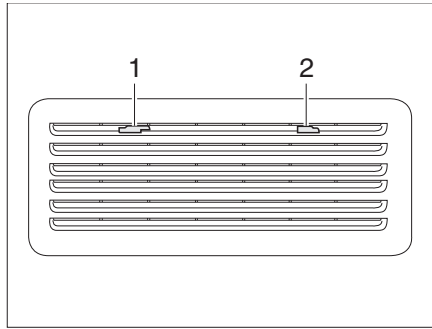

Fig. 320 Rejilla de ventilación del frigorífico (Thetford)
- Deslizar el bloqueo (Fig. 320,1) hacia el centro.